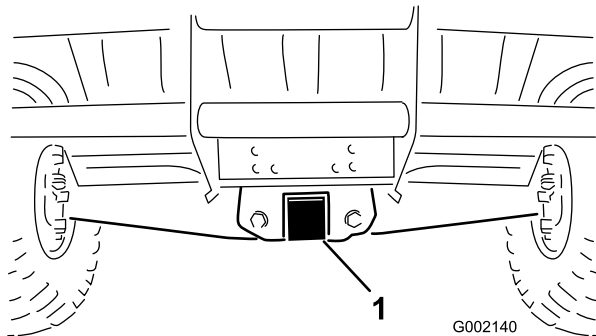

Figure 28
Utilisez une remorque pour transporter le véhicule sur de longues distances. Le véhicule doit être solidement arrimé sur la remorque. L'emplacement des points d'attache est indiqué à la Figure 27 et Figure 28.
2. Accrochez un câble de remorquage à la flèche d'attelage à l'avant du châssis (Figure 28).